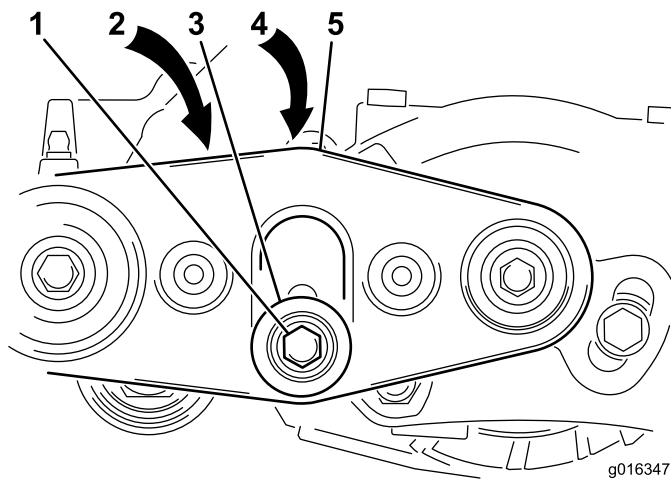

Bild 11
- A. Lösen Sie die Sechskantschraube und die Mutter, mit denen die Spannscheibe an der rechten Bürstenstütze befestigt ist, siehe Bild 11.